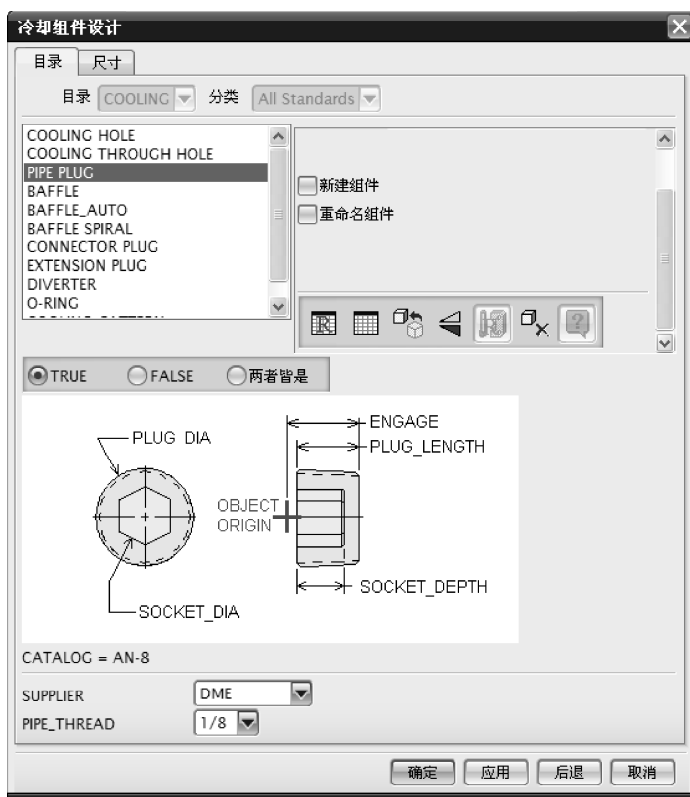
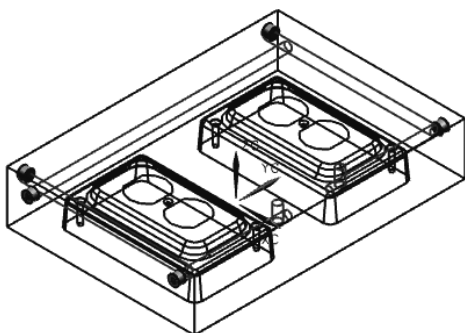

图 9-108 【冷却组件设计】对话框
图 9-109 添加堵头
(15) 在【模具冷却工具】中单击【冷却标准部件库】按钮, 打开如图 9-108 所示的【冷却组件设计】对话框, 利用这个对话框, 给开口的水管添加堵头。
(16) 先在图 9-108 所示对话框中选择堵头零件 (PIPE PLUG)，给出一定的尺寸，单击【应用】按钮，将堵头调入型腔中；然后利用重定位功能，将堵头定位到要堵塞的管道头上，如图 9-109 所示。至此，型腔上的冷却水管设计完毕，剩下的工作就是在 A 板上开通冷却管道，并与型腔上的管道连通，这部分的工作放到第 10 章综合训练中去完成。